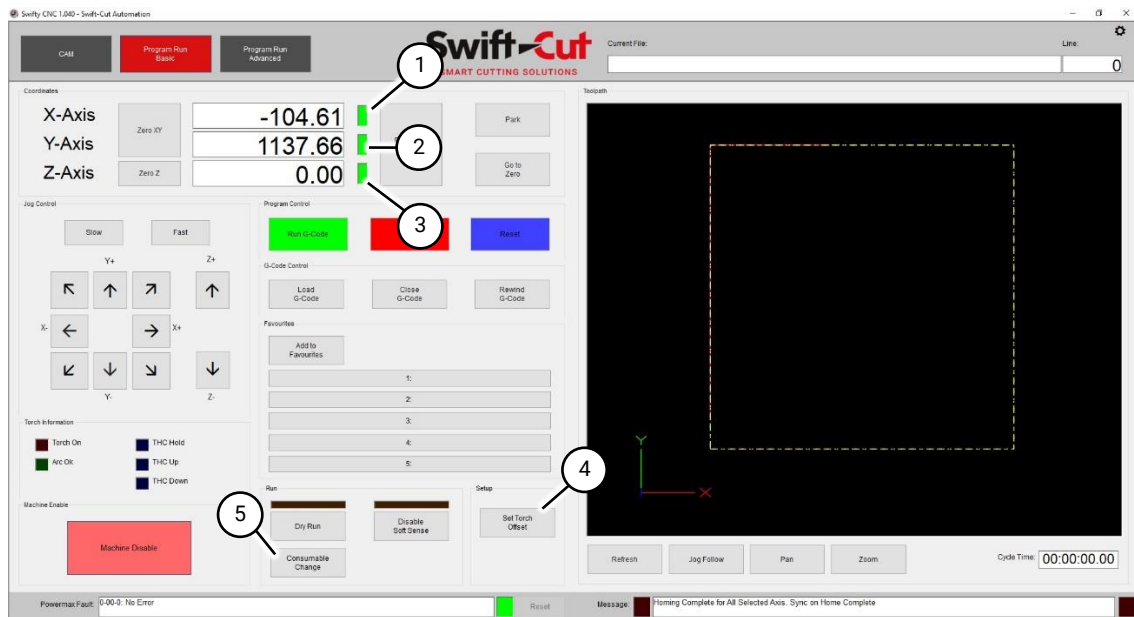

Fig 65 Axe X, Y et Z allumés
4. Les indicateurs de référence des axes X, Y et Z (Fig 65 (1), (2) et (3)) s'allument en vert lorsque l'opération de référence est terminée.
1.1 En utilisant les commandes de déplacement à l'écran ou les flèches directionnelles du clavier, déplacez le chalumeau sur le matériau et sélectionnez le bouton "Régler le Décalage du Chalumeau" (Fig 65 (4)). Ceci définit le décalage entre le soft sense et la fin du chalumeau.
2.1 Appuyez sur le bouton "Changement Consommables" (Fig 65 (5)).